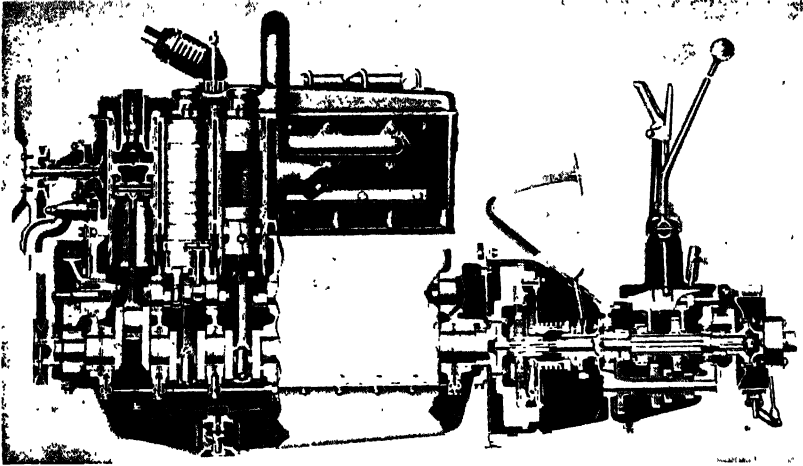

FIG. 81.—Sleeve-valve Engine. (Willys-Knight—Six.)
- (d) Sleeve valve (see Fig. 81).